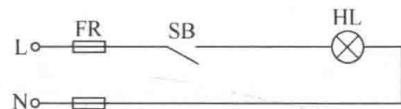

图 1-12 照明电路
- 有一照明电路如图1-12。L表示相线，N表示零线，FR是熔断器，SB是灯开关，HL即照明灯具。现在遇到一个问题，就是开关合上了灯不亮，新入职的电工小张用验电笔去检测灯具的两个接线端子是否有电，结果发现两个接线端子都带电，但灯不